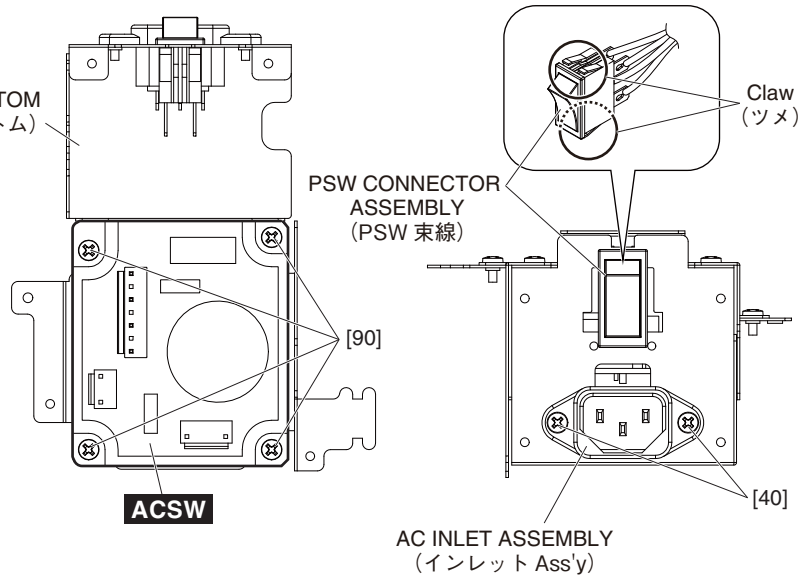

Fig. 9 (図9)
- A-14-6 Remove the four (4) screws marked [130]. The AC shield top can then be removed. (Fig. 9)
- A-14-7-1 Remove the four (4) screws marked [90]. The ACSW circuit board can then be removed. (Fig. 9)
- A-14-8-1 Remove the two (2) screws marked [40]. The AC inlet assembly can then be removed. (Fig. 9)
- A-14-9-1 Hold down the claws of the PSW connector assembly from inside, and remove the PSW connector assembly from the outside of the AC shield bottom. (Fig. 9)
- A-14-6 [130] のネジ 4 本を外して、AC シールドトップを外します。(図 9)
- A-14-7-1 [90] のネジ 4 本を外して、ACSW シートを外します。(図 9)
- A-14-8-1 [40] のネジ 2 本を外して、インレット Ass'y を外します。(図 9)
- A-14-9-1 PSW 束線のツメを押さえながら、PSW 束線を AC シールドボトムの外側から引き抜きます。(図 9)